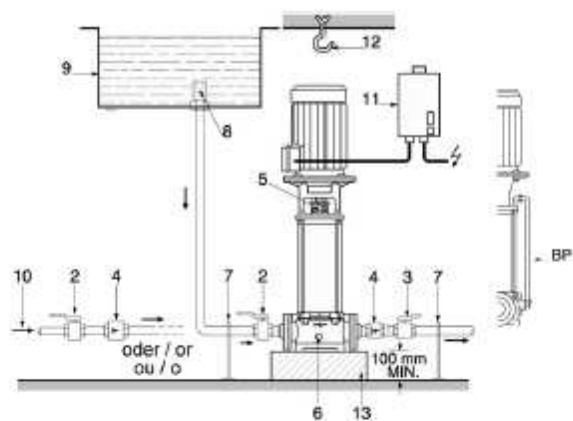

Fig. 2
Запорные фланцы (рис. 2, поз. 2 и 3) должны быть установлены до и после насоса, чтобы избежать необходимости опорожнения и повторного заполнения системы в случае демонтажа/замены насоса. Для уменьшения потерь давления рекомендуется делать всасывающий трубопровод как можно короче, а его диаметр должен быть не менее номинального диаметра всасывающего патрубка насоса. Также избегайте лишних колен у трубопровода и установите арматуры неподходящего проходного сечения.
На напорном трубопроводе должен быть установлен обратный клапан (рис. 2, поз. 4). При перепадах давлений более 6 бар, обратный клапан должен быть установлен на всасывающем трубопроводе. В этом случае на напорном трубопроводе устанавливать обратный клапан не требуется. Торцевое уплотнение должно быть защищено от работы при сухом ходе. Пользователь должен установить датчик давления на всасывающем трубопроводе или датчик уровня (при заборе воды из резервуара).
Если забор воды производится из резервуара, необходимо установить фильтр на всасывающей магистрали (рис. 2, поз. 8), чтобы предотвратить попадание грязи в насос.
При работе с горячими или агрессивными средами должна быть установлена перекрестная трубка (рис. 2, поз. BP – принадлежность).
-Закрыть оба запорных крана (перед насосом и после него) и отверните винт (рис. 2, поз. 5) для удаления воздуха из насоса на полтора-два оборота.
-Медленно открыть запорный кран (рис. 2, поз. 2) на входе в насос, подождать пока воздух не выйдет из насоса полностью и из отверстия для удаления воздуха не начнет течь вода. Заверните винт. Медленно открыть запорный вентиль за насосом и следить за показаниями манометра, установленного на выходе. Если показание нестабильно (стрелка колеблется) повторите процедуру удаления воздуха из насоса.
Если место установки не защищено от замерзания, то в холодное время года необходимо слить воду из насоса и трубопровода. Для слива воды из насоса необходимо: закрыть запорные вентили на всасывающем и напорном трубопроводах, открыть сливное отверстие (рис.2, поз. 6) и винт для удаления воздуха (поз. 5).